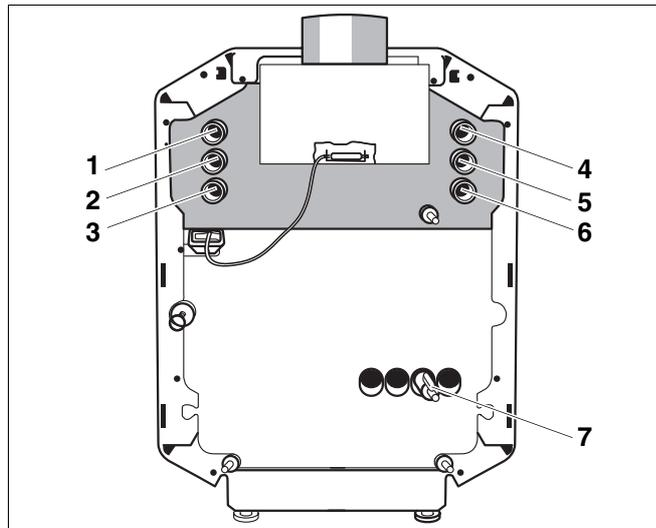
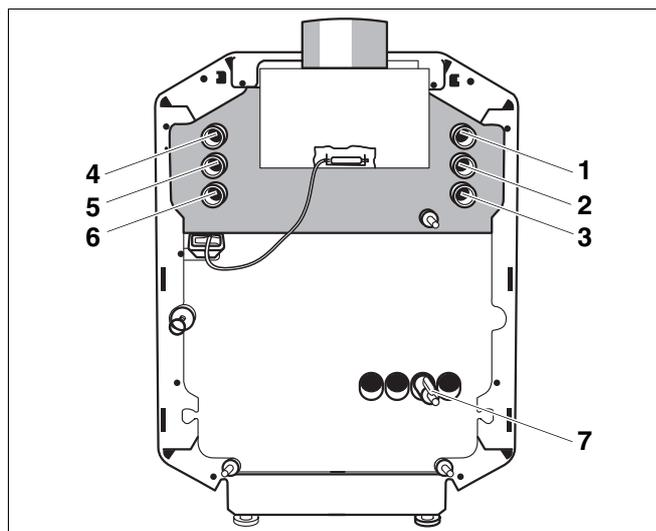

Abb. 6 Wasserseitige Anschlüsse (Lieferzustand)
Abb. 7 Anschlüsse nach Versetzen der Tauchhülse und des Anschlussrohres für den Speichervorlauf
1. Wie im Lieferzustand vorgesehen nach Abb. 6
2. Die Anschlüsse können auch wie in Abb. 7 gezeigt vorgenommen werden. Dazu muss die Tauchhülse (Abb. 6, **Pos. 2**) mit Hilfe eines Steckschlüssels SW 27 herausgeschraubt und auf der gegenüberliegenden Seite wieder eingeschraubt werden. Außerdem muss das Anschlussrohr für den Speichervorlauf (Abb. 7, **Pos. 5**) auf die andere Seite versetzt werden. Alle sonstigen Anschlüsse müssen nach Abb. 7 vorgenommen werden!
- Das Sicherheitsventil ist am Sicherheitsvorlauf (Abb. 6, **Pos. 4** oder Abb. 7, **Pos. 4**) anzuschließen.
Legende für Abb. 6 und Abb. 7